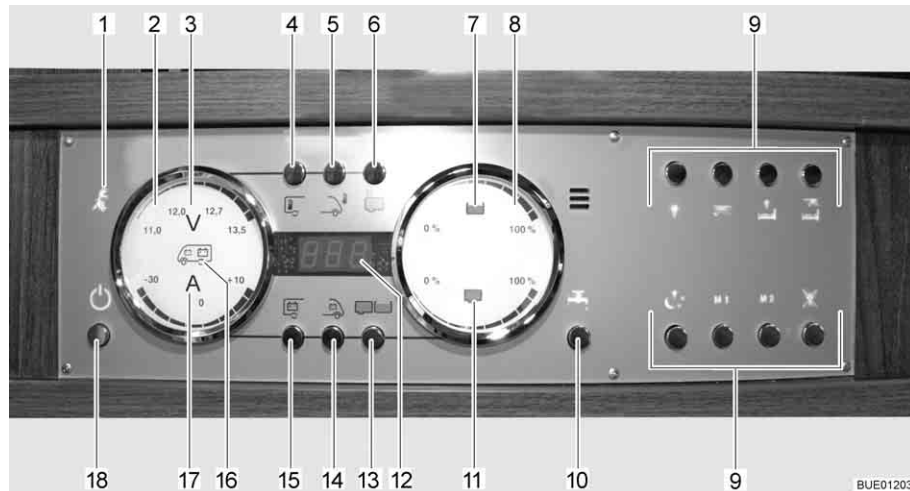

Fig. 108 Panneau de contrôle LT 510
Le voyant de contrôle 230 V (Fig. 108,1) s'allume si l'arrivée du bloc électrique est sous tension de réseau.
L'interrupteur principal 12 V (Fig. 108,18) établit ou coupe le panneau de contrôle et l'alimentation 12 V de la cellule.
- Appuyer brièvement sur la touche d'alimentation 12 V (Fig. 108,18). L'alimentation 12 V de la cellule est assurée. L'indicateur de contrôle "12 V" s'allume.
- ▷ La tension de la batterie de cellule est trop faible quand les DEL "11,0" de l'affichage en Volt et le symbole Volt "V" (Fig. 108,3) clignotent dans l'indicateur des batteries (Fig. 108,2) après la mise sous tension. Charger la batterie.
- ▷ La coupure de batterie est active quand l'indicateur de contrôle "12 V" et le symbole Volt "V" (Fig. 108,3) clignotent trois fois après la mise sous tension. Désactiver la coupure de batterie.
- Appuyer brièvement sur la touche d'alimentation 12 V (Fig. 108,18). L'alimentation 12 V de la cellule est coupée. L'indicateur de contrôle "Alimentation 12 V" s'éteint.
- Appuyer sur la touche batterie de cellule (Fig. 108,15) et la maintenir enfoncée pendant 10 secondes environ. Le symbole Volt "V" (Fig. 108,3) et l'indicateur de contrôle "12 V" clignotent trois fois. La batterie de cellule est coupée du réseau de bord de 12 V.
- Appuyer sur la touche d'alimentation 12 V (Fig. 108,18) et la maintenir enfoncée pendant 5 secondes environ. Le symbole Volt "V" (Fig. 108,3) et l'indicateur de contrôle "12 V" clignotent trois fois. La batterie de cellule est branché au réseau de bord 12 V. L'indicateur de contrôle s'allume au bout d'env. 5 secondes.
- Appuyer sur la touche de la batterie de cellule (Fig. 108,15). Le symbole Volt "V" (Fig. 108,3) s'allume. Le symbole Ampères "A" (Fig. 108,17) est, suivant son niveau de charge, blanc ou rouge. La tension de la batterie et le courant de la batterie de cellule sont affichés au moyens de DEL à l'intérieur de l'indicateur.
- Appuyer sur la touche de la batterie de démarrage (Fig. 108,14). Le symbole Volt "V" (Fig. 108,3) s'allume. Des DEL à l'intérieur de l'indicateur indiquent la tension de la batterie de démarrage.
- Appuyer sur la touche réservoirs (Fig. 108,13). Les symboles réservoir d'eau (Fig. 108,7) et réservoir d'eaux usées (Fig. 108,11) s'allument. Des DEL à l'intérieur de l'indicateur indiquent le niveau du réservoir d'eau (échelle supérieure) et celui du réservoir d'eaux usées (échelle inférieure).
**Alarme réservoir** Le symbole du réservoir d'eau (Fig. 108,7) ou celui du réservoir d'eaux usées (Fig. 108,11) clignote quand le réservoir d'eau est vide ou que le réservoir d'eaux usées est plein.
L'affichage numérique (Fig. 108,12) permet d'indiquer les températures intérieure et extérieure.